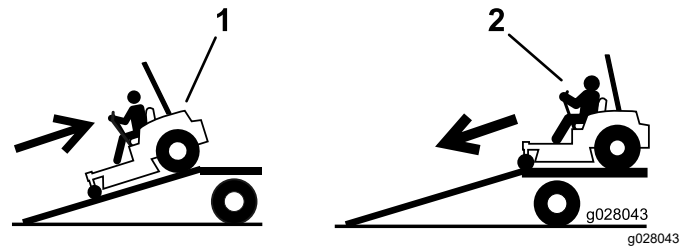

Figura 35
2. Baje la máquina por la rampa conduciendo hacia adelante (Figura 35).